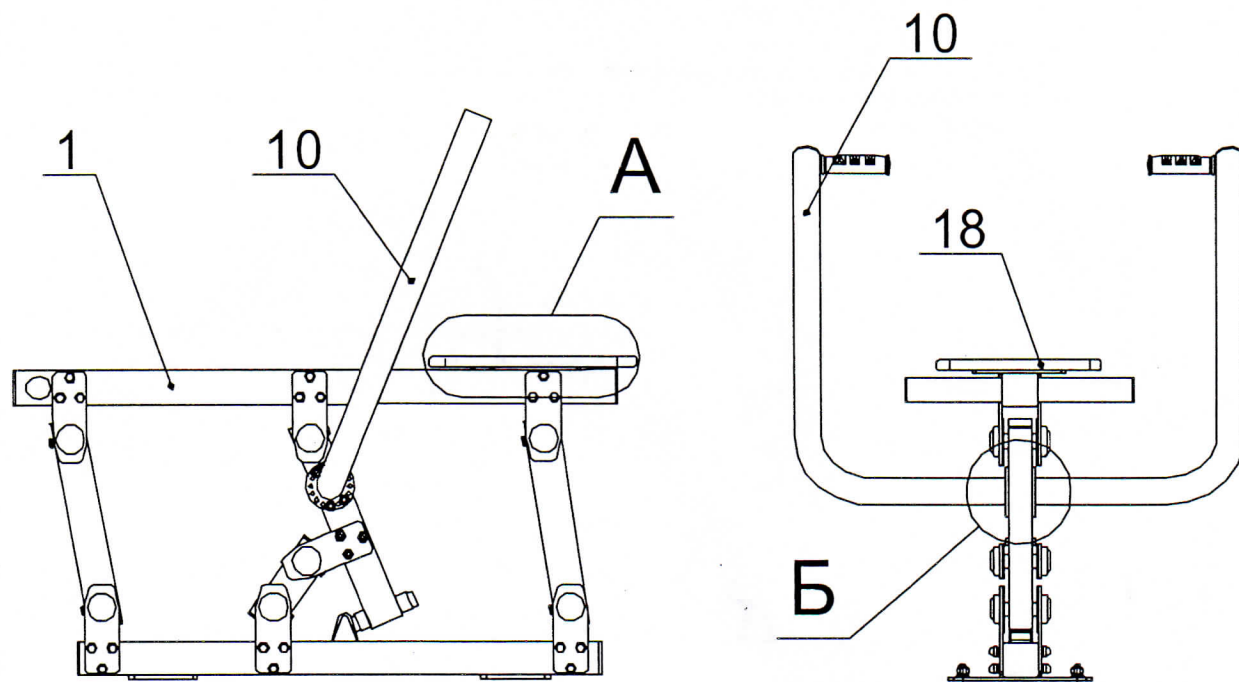

Рис.4
4.2 Убедиться в сухости и прочности залитого бетона. Произвести сборку тренажера (рис.4...6):